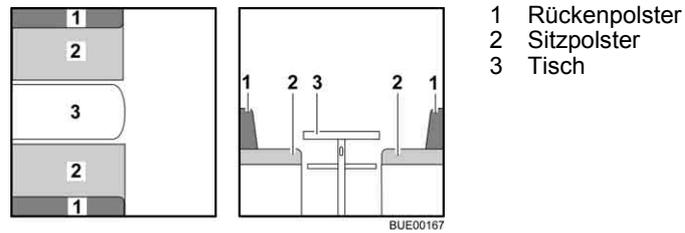

Bild 86 Vor dem Umbau
- Tisch (Bild 86,3) zum Bettunterbau umbauen (siehe Abschnitt 6.11).